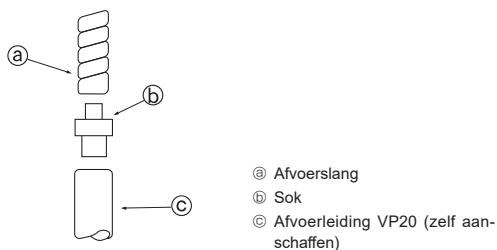

Fig. 5-1
5.1. Afvoerleidingen (Fig. 5-1)
- Gebruik, voor de aansluiting op de VP20, de sok ④. Bevestig de sok aan de leiding met een PVC-lijm, zodat deze niet kan lekken.